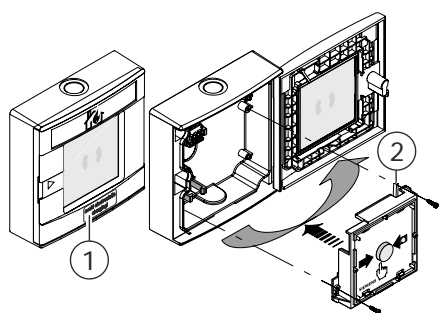

Fig. 2
3. Latch the corresponding DMA1103D/DMA1133D/DMA1153D switching unit (Fig. 2) into the connected DMA1192 housing and screw it tightly in place.
1. Attach the 'Avoid electrostatic charging' sticker to the housing so that it is clearly visible. The sticker comes with the switching unit (Fig. 2 [1]).
3. Entsprechenden Schaltungseinsatz (Fig. 2) DMA1103D/DMA1133D/DMA1153D in angeschlossenes Gehäuse DMA1192 einklinken und festschrauben.
1. Bringen Sie das Klebeschild 'Avoid electrostatic charging!' gut sichtbar auf dem Gehäuse an. Das Klebeschild wird mit dem Schaltungseinsatz geliefert (Fig. 2 [1]).
3. Encliqueter et visser l'unité de commutation correspondante (fig. 2) DMA1103D/DMA1133D/DMA1153D dans le boîtier raccordé DMA1192.